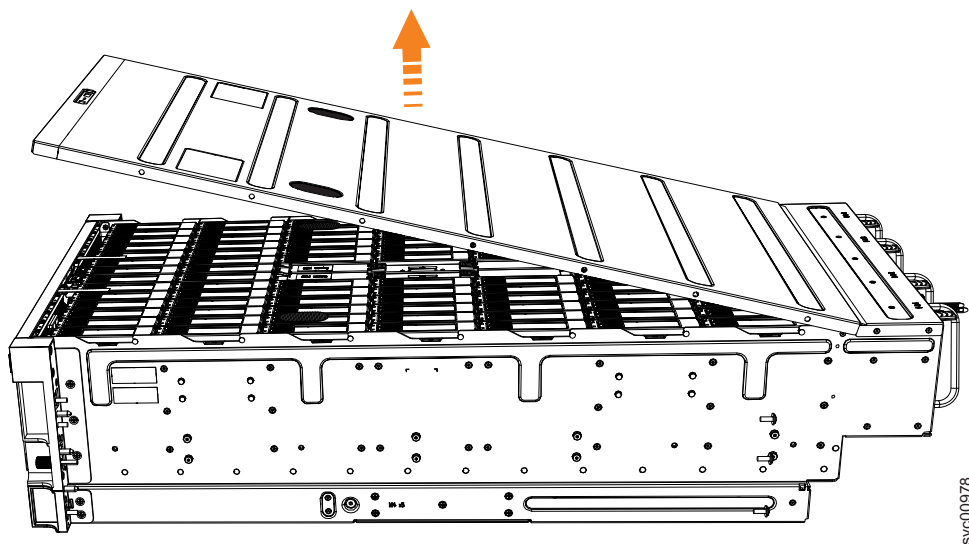

Figura 53. Extracción de la cubierta del sistema 2145-92F
4. Levante con cuidado la cubierta, como se muestra en la Figura 53 en la página 65.